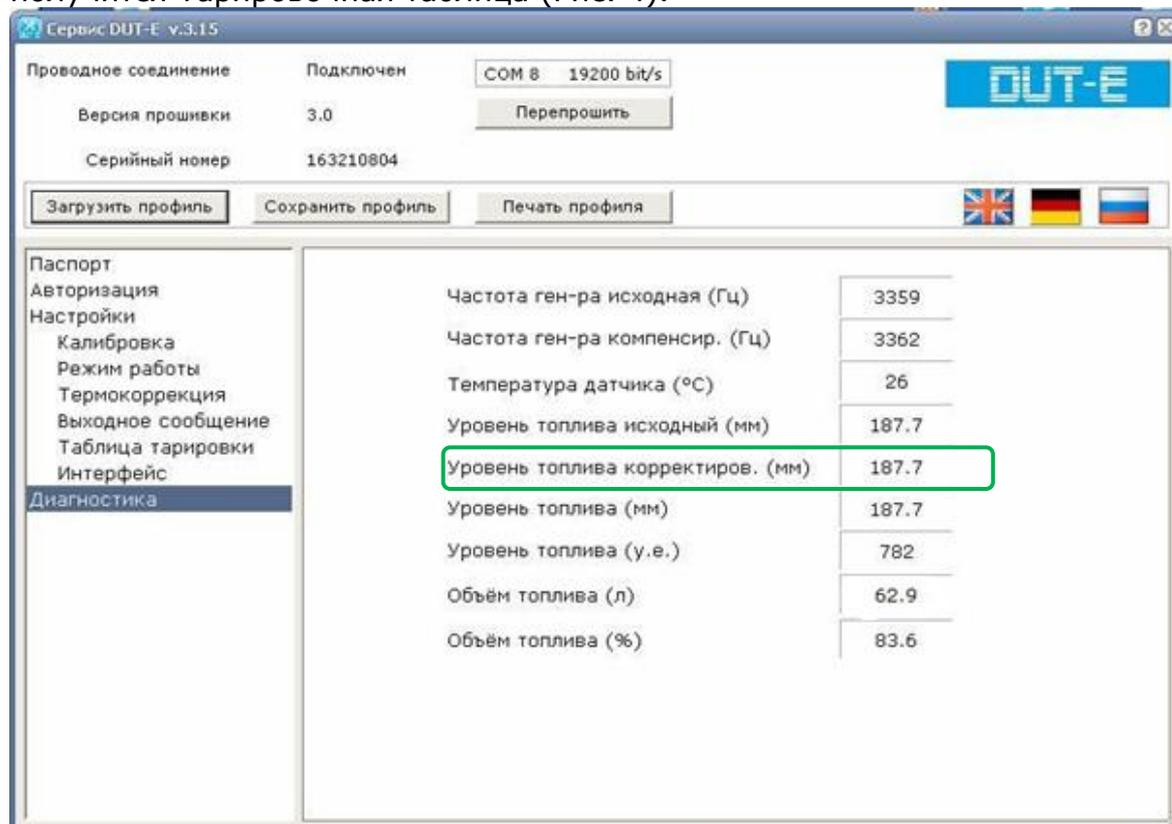
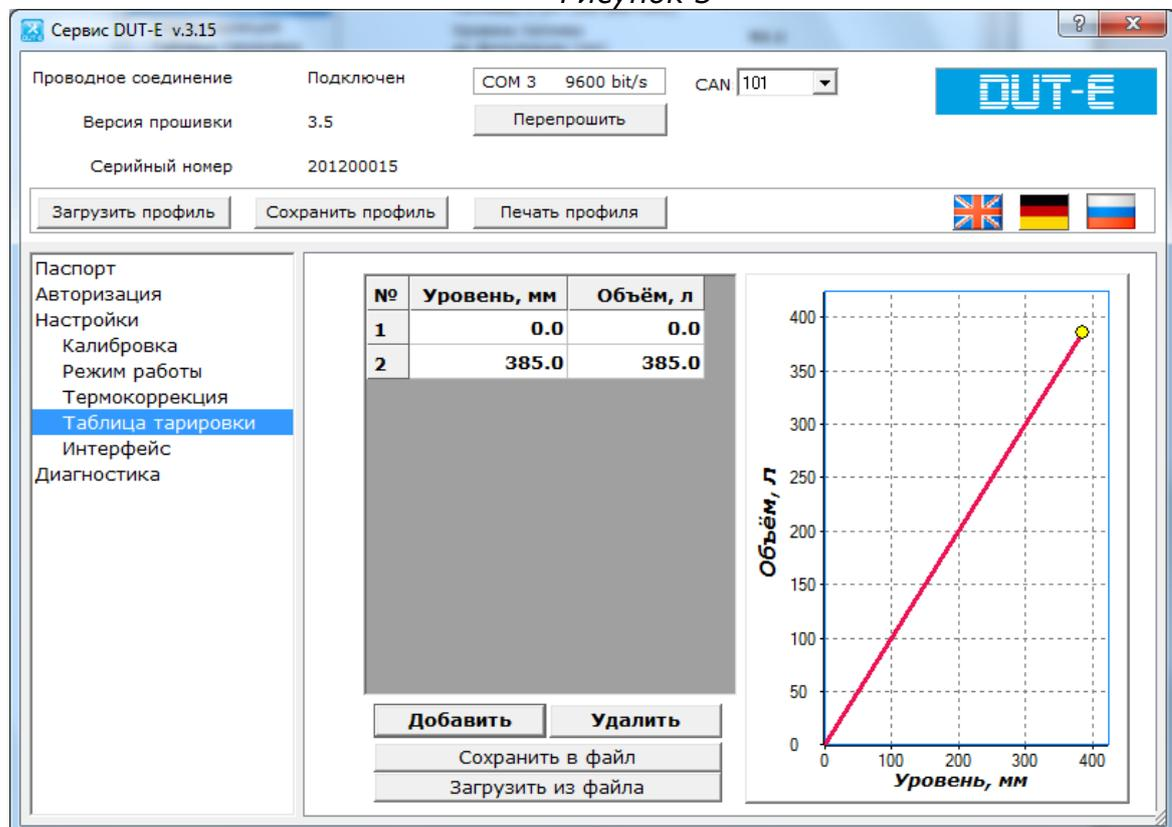

Рисунок 3
Рисунок 4
3.2.1. Заливая отмеренными порциями топливо в бак записывать в виде таблицы количество топлива, залитое в бак и соответствующее ему показание Уровень топлива корректиров. (мм) из окна Диагностика (Рис. 3). В результате получится Тарировочная таблица (Рис. 4).